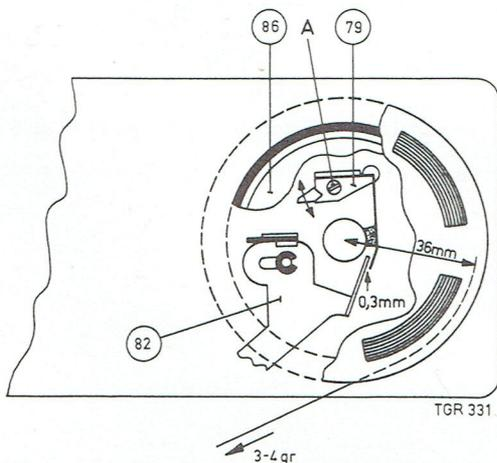

Fig. 11
C) Réglage du ressort de freinage 79 et de la roue d'accouplement 100 (fig. 11).
Cette distance peut être ajustée en cambrant plus ou moins la languette de l'équerre 82 (fig. 11).